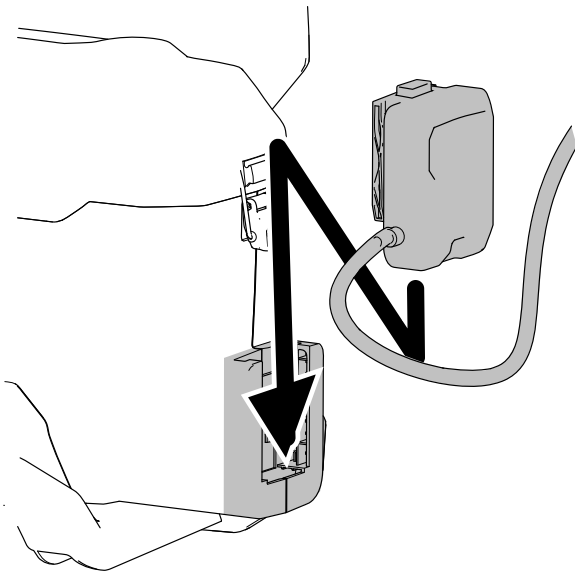

Figure 4
1. Placez le connecteur au-dessus du bloc dorsal et insérez-le dans le bloc jusqu'à ce qu'il se verrouille en place (Figure 4).